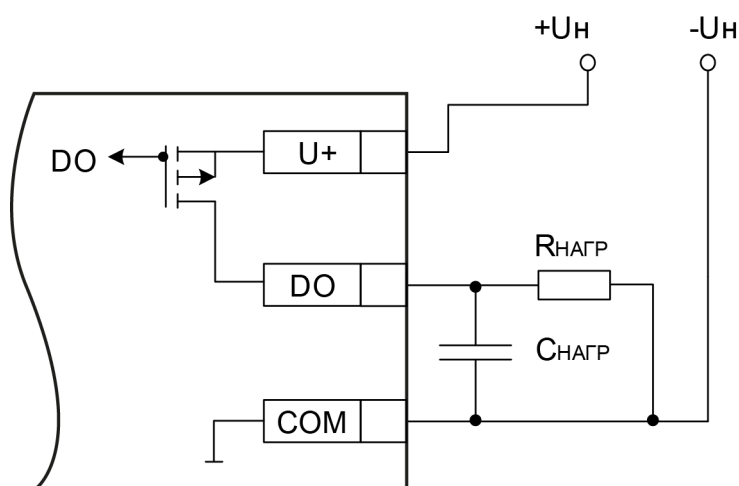

Рисунок 5.12 – Схема подключения нагрузки в режиме включения «верхний ключ»
- верхний ключ (рисунок 5.12) — для коммутации нагрузки с меньшей емкостью и большим током;